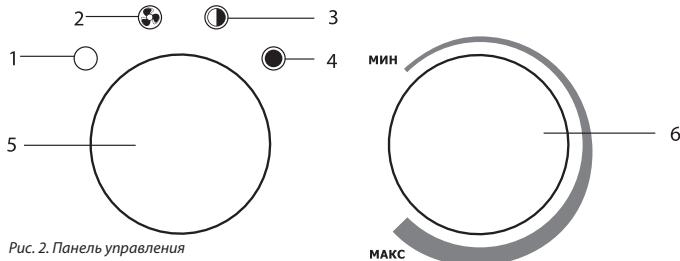

Рис. 2. Панель управления
Для включения прибора в режиме вентиляции (без нагрева) переведите ручку переключателя (5) в положение «», (см. рис. 2), при этом начинает работать вентилятор. Чтобы отключить режим вентиляции и выключить прибор, переведите ручку переключателя (5) в положение «». Если температура окружающего воздуха выше, чем установленная терморегулятором, пушка работает в режиме вентиляции без нагрева. Если температура окружающего воздуха ниже, чем установленная терморегулятором, пушка работает в режиме вентиляции с нагревом (мощность нагрева зависит от положения клавиши переключателя). Ручкой терморегулятора устанавливается требуемая температура воздуха в помещении. Терморегулятор поддерживает заданную температуру путем автоматического отключения и включения электронагревателя (примерный диапазон поддерживаемой температуры от 0 до +40 °C). Для увеличения желаемой температуры поверните ручку терморегулятора по часовой стрелке, для уменьшения – против часовой стрелки.